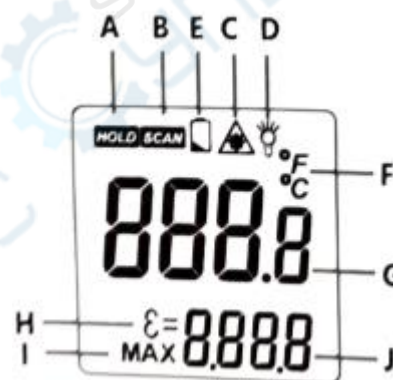

Рисунок 4
1. Обозначения на дисплее (рисунок 4):